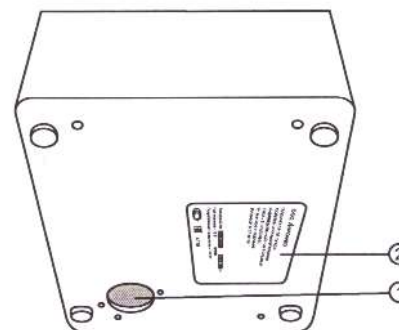

Рисунок 4. Вид ингалятора снизу
**i** Необходимо обеспечить возможность свободного доступа воздуха к отверстию со съемным фильтром 1 в нижней части аппарата (Рис.4), не загромождать его посторонними предметами, не устанавливать аппарат на запыленную поверхность.
После 20 сеансов или после длительного хранения аппарата извлечь съемный фильтр 1 (Рис.4), промыть чистой водой, высушить и установить на место.